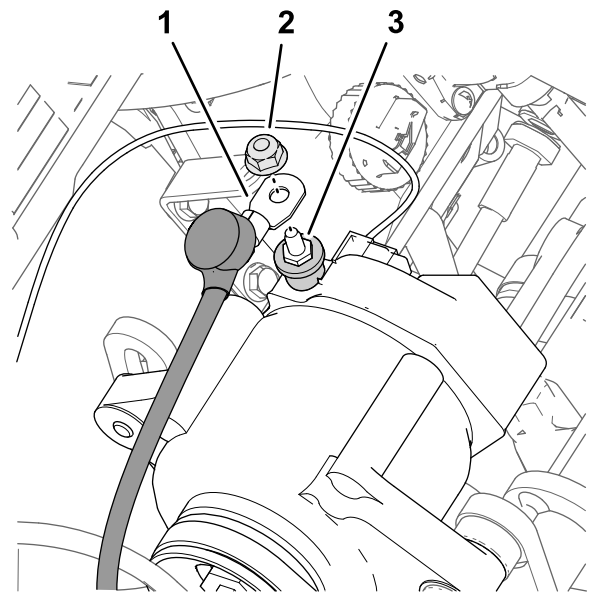

図 185
3. オルタネータの端子 図 185 からナットを外す。
4. オルタネータのワイヤ赤、6ゲージを、オルタネータ50Aの端子に、ナットで接続する 図 185。
- オルタネータの端子 図 185 に絶縁カバーを取り付ける。